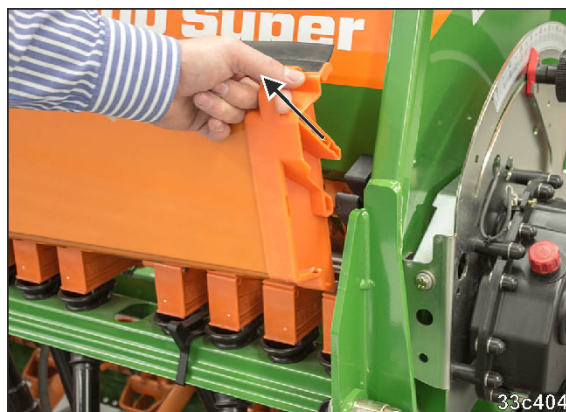

Рис. 238
1. Витягніть лотки для пробного висіву (Рис. 238) вгору з кріплення.